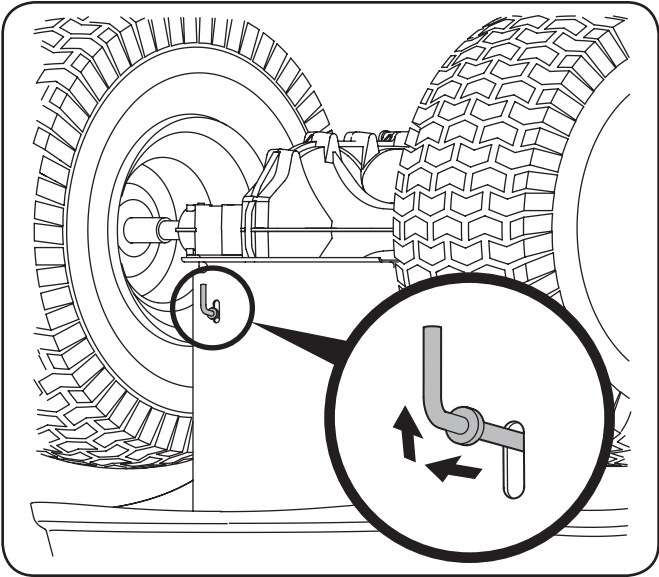

Figure 3-1
- Repérez la tige de la soupape hydrostatique de dérivation sur l'arrière du tracteur. Voir la Figure 3-1.